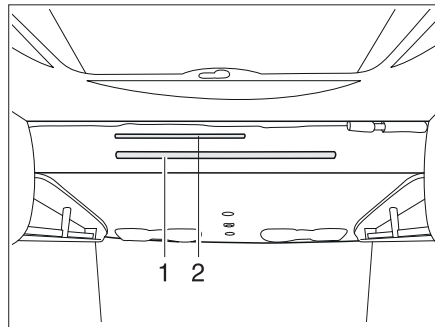

Fig. 125 Lit escamotable manuel
- Tirer le levier de la poignée (Fig. 125,2) vers le bas pour déverrouiller le lit escamotable.
- Tirer le lit escamotable à deux mains vers le bas par la barre de maintien (Fig. 125,1), en exécutant une courbe, jusqu'à ce qu'il s'encliquette de façon perceptible.
- Accrocher l'échelle d'accès avec les deux étriers dans la barre de maintien (Fig. 125,1) du lit escamotable.